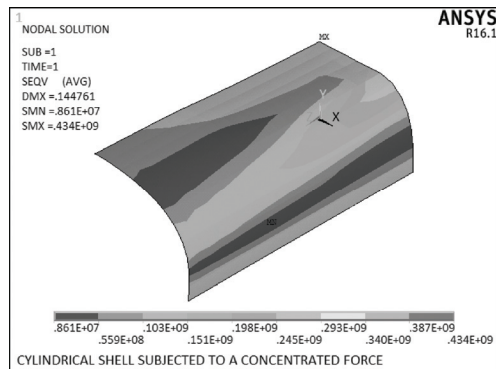

图 5-36 等效应力等值线图
4) 选择 Main Menu | General Postproc | Plot Results | Contour Plot | Nodal Solu 命令, 出现 Contour Nodal Solution Data 对话框, 在 Item to be contoured 列表框中选择 Nodal Solution | Stress | von Mises stress, 单击 OK 按钮, ANSYS 窗口将显示如图 5-36 所示的等效应力等值线图。